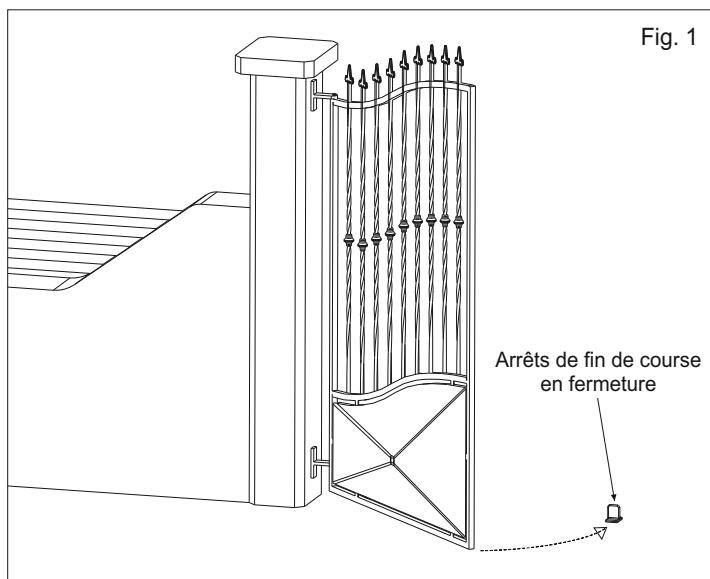

Fig. 1
- E. En cas de vantail avec longueur supérieur à 1,8 m et 150 kg de poids, il est conseillé de fixer au sol une feuillure mécanique en fermeture (Fig. 1).